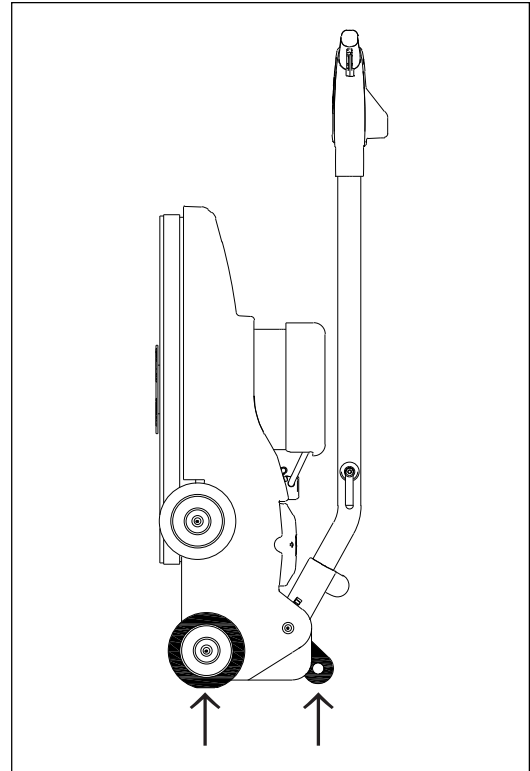

Figure 5
9. Inclinez la machine pour qu'elle repose sur les roues arrière, puis reliez les bras. Voir figure 5.